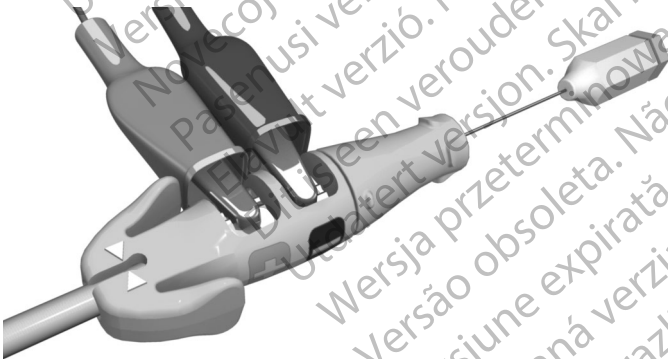

Abbildung 8. An der Messkappe befestigte PSA-Klemmen
- Verbinden Sie die Krokodilklemmen des PSA-Kabels mit den Federkontakten [Kathode (-), Anode (+)] der Messkappe. Durch die Verwendung der Messkappe wird der Anschlussstift vor einer Beschädigung durch die Krokodilklemmen geschützt und eine Überbrückung zwischen den Steckerkontakten vermieden. Befestigen Sie die Krokodilklemmen vollständig an den negativen und positiven Federkontakten, um ungenaue Elektrodenmessungen zu vermeiden (Abbildung 8 An der Messkappe befestigte PSA-Klemmen auf Seite 24).